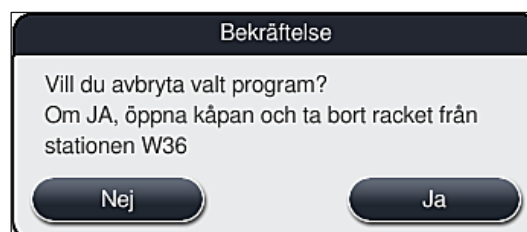

Bild 89
5. I det efterföljande informationsmeddelandet (→ "Bild 89") bekräftar du att programmet ska avslutas med **Ja** eller återgår till processtatusvisningen med **Nej**.
Informationen i meddelandet (→ "Bild 89") måste följas.